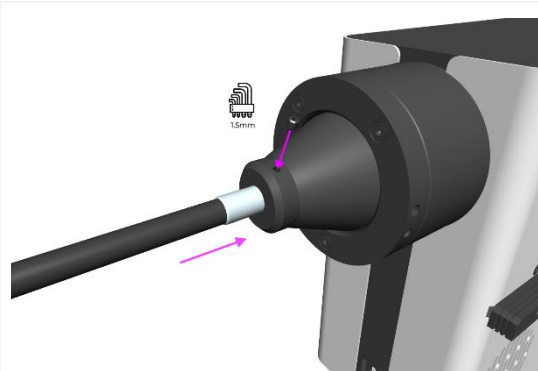

Figura 15
2. Mientras sujeta firmemente la guía de luz líquida en su sitio, utilice la llave hexagonal de 1,5 mm para apretar suavemente el tornillo prisionero de retención que se encuentra en la salida de la fuente de luz (Figura 15).